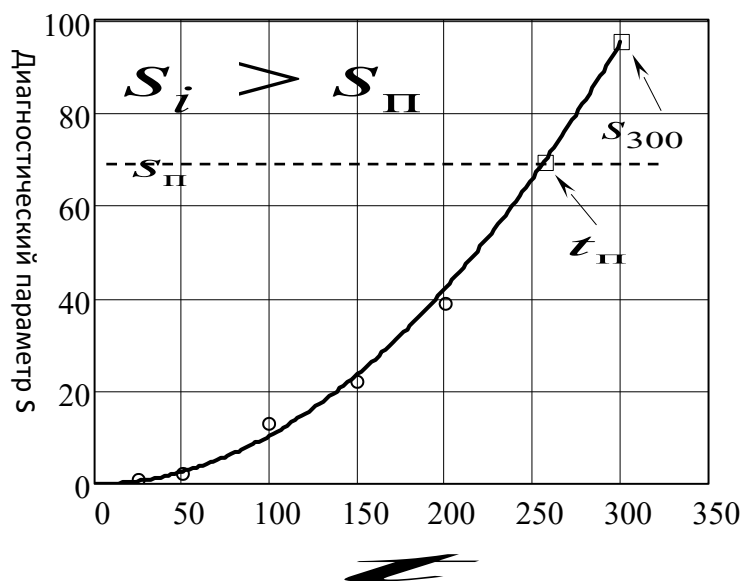

Рис. 3. Изменение диагностического параметра от наработки
10. Проверяем достоверность модели (3) для 2-3 значений t . Относительная погрешность рассчитанных и табличных значений не должна превышать $\pm 5,0-10,0\%$.
11. Строим график изменения диагностического параметра по модели (3) до $t = 300$ тыс. час (рис. 3) и сравниваем полученную величину диагностического параметра с его предельным значением $S_n = 70$.
Как показывает анализ графика на рис. 3 диагностический параметр достигнет предельного значения после 258 тыс. час эксплуатации и автомобиль попадет в зону неработоспособности. Сохранение работоспособности автомобиля по заданному диагностическому параметру при наработке до 300 тыс. не возможна.